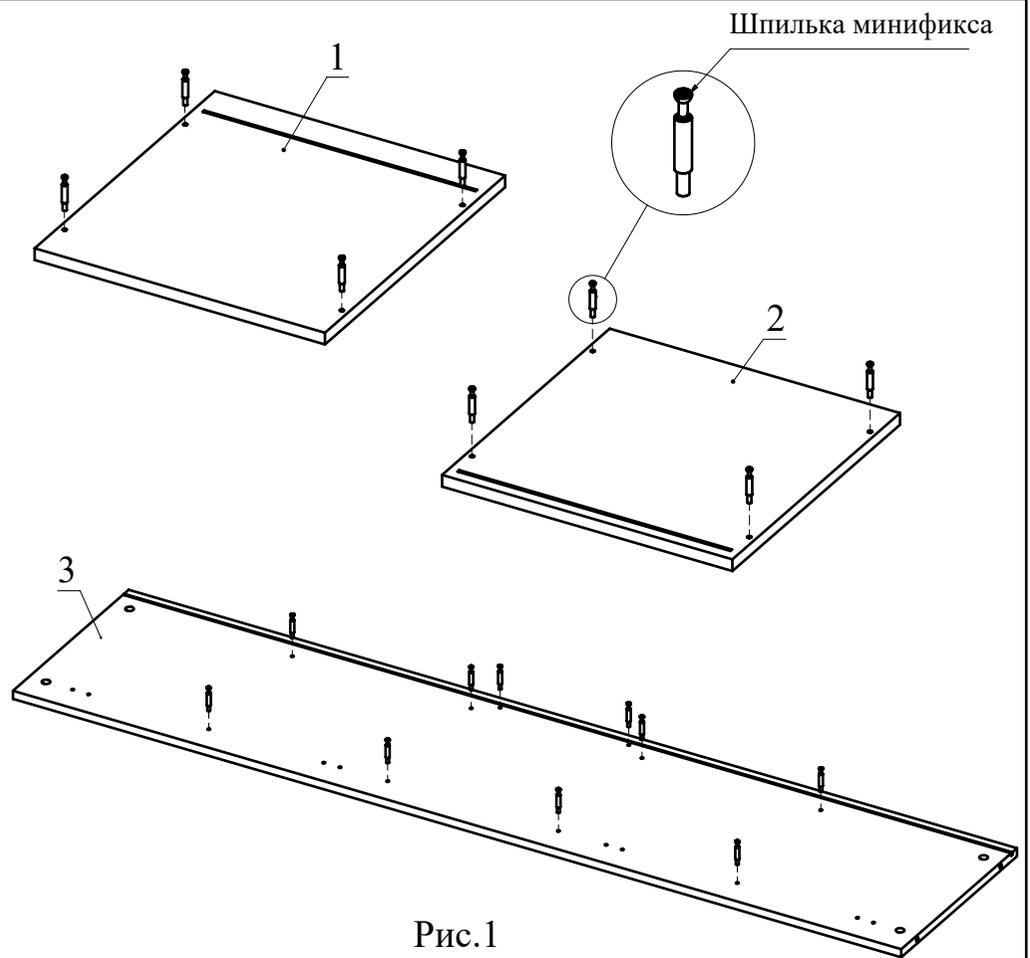

Рис.1
1. Вкрутите шпильки минификсов в детали 1, 2, 3 (Рис. 1).